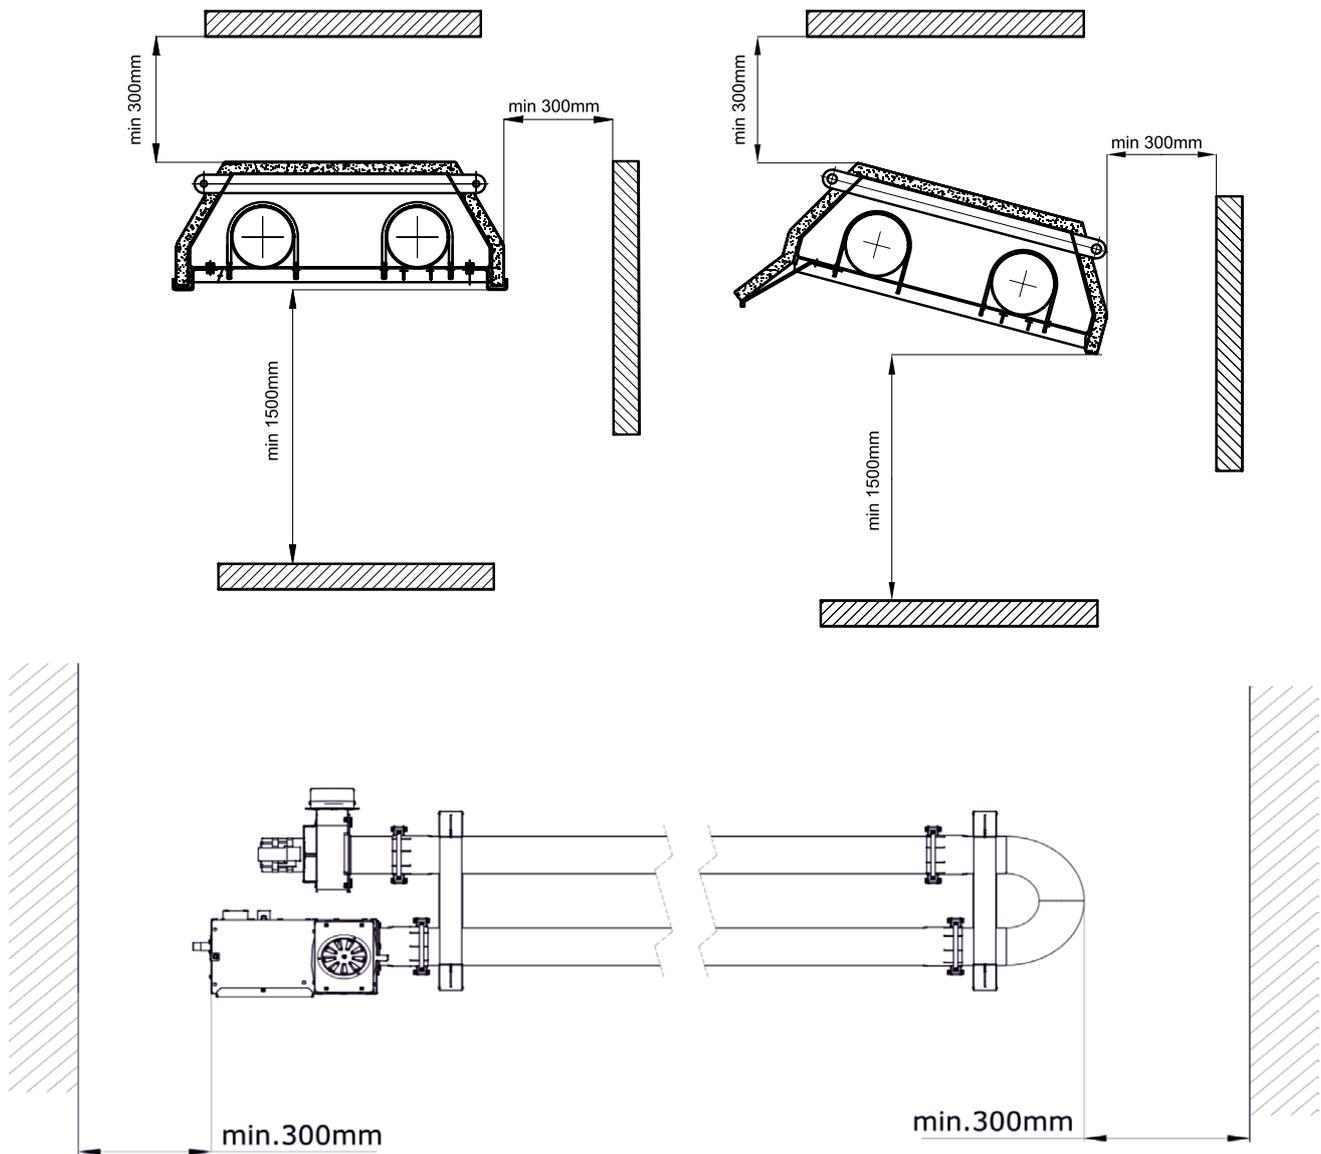

Abb. 7: Mindestabstände des Strahlers von brennbaren Gegenständen und von den Wänden
Kontrollieren sie vor der Installation, ob die lokalen Bedingungen der Brennstoffverteilung, die Eigenschaften des Brennstoffs, der Überdruck und die Einstellung des Gerätes kompatibel sind. Die Installation des IR-Strahlers hat so zu erfolgen, dass ein ausreichender Raum für die Einstellung und den Service verbleibt (Abb. 7).
4. Es ist auf die Einhaltung eines sicheren Abstands von brennbaren Gegenständen zu achten (Abb. 7).